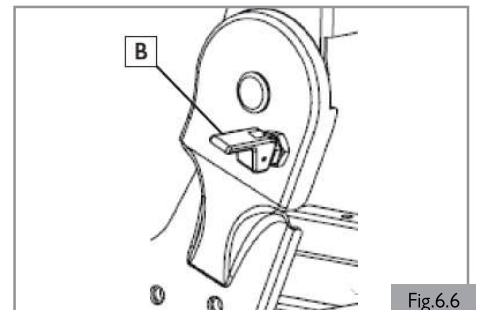

Fig.6.6
3. La palanca del pasador de bloqueo (B) debe estar bloqueada. (Fig. 6.6).